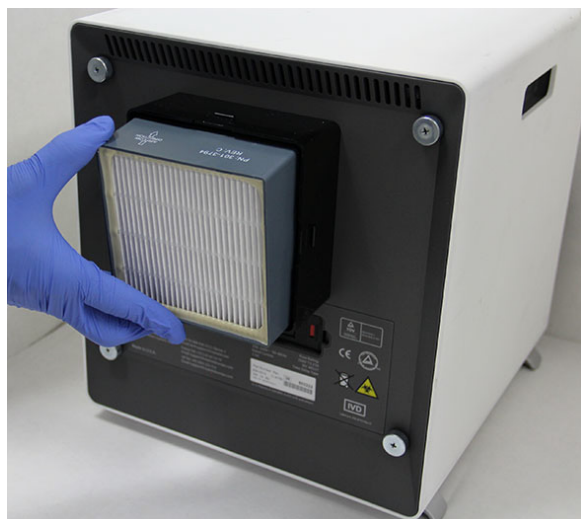

Figura 9-29. Sostituzione del filtro HE
1. Posizionare il nuovo filtro HE nell'alloggiamento del filtro. La freccia sul filtro HE punta verso l'interno dello strumento. Vedere la Figura 9-29.